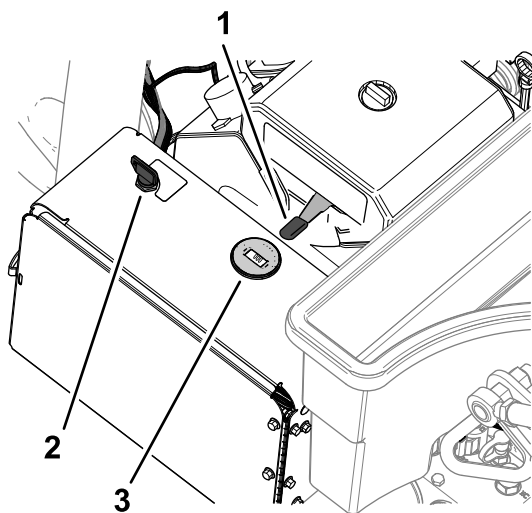

Figura 71
2. Mueva la palanca del acelerador (Figura 71) a la posición de LENTO.